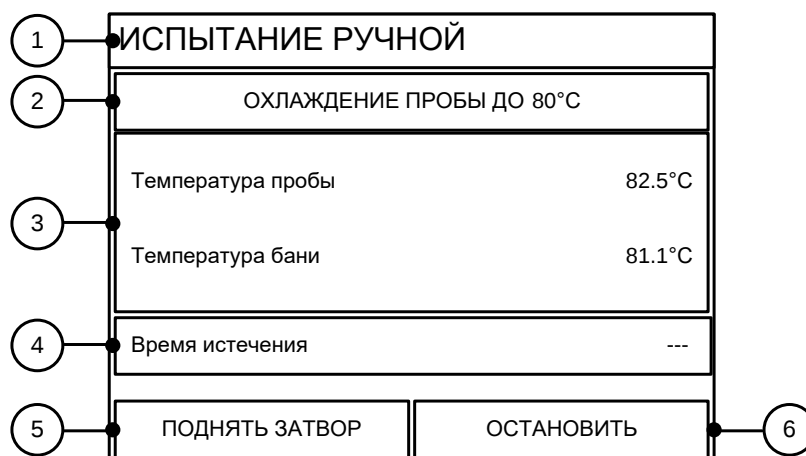

Рисунок 12 - Окно испытания
4.5.1.1.1 Для запуска испытания нажать **[ИСПЫТАТЬ]** – начнётся испытание с заданными параметрами. На дисплей выводится окно испытания (см. рисунок 12).